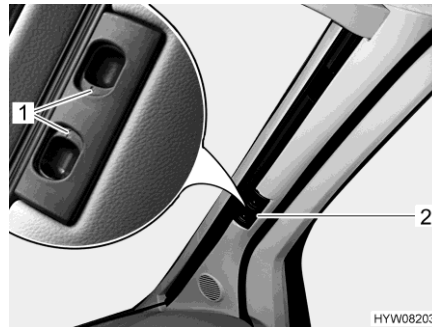

Bild 18 Plisségardin (vindruta)
- Tryck in låshandtagen (Bild 18,1) och håll dem intryckta.
- Håll plisségardinerna för vindrutan i handtaget (Bild 18,2) och dra den mot fönstrets mitt.
- Skjut de två hälfterna av plisségardinerna för vindrutan utåt så långt det går, ta tag i handtaget (Bild 18,2). Dra upp handtaget till samma höjd som låsspåret.
- Släpp låshandtagen (Bild 18,1) och låt dem haka fast.